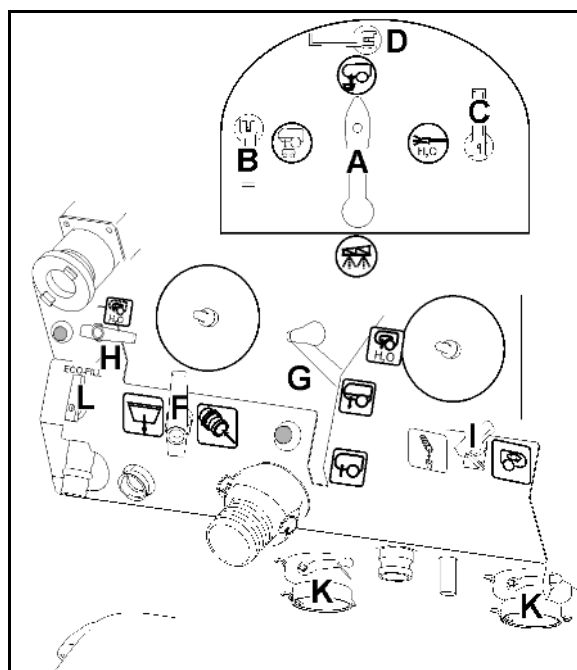

Fig. 122
Curățați filtrul de aspirație (Fig. 122) zilnic, după curățarea stropitorii de câmp.
1. Desprindeți capacul filtrului de aspirație (Fig. 122/2).
2. Îndepărtați capacul filtrului de aspirație (Fig. 122/3) și curățați-l cu apă.